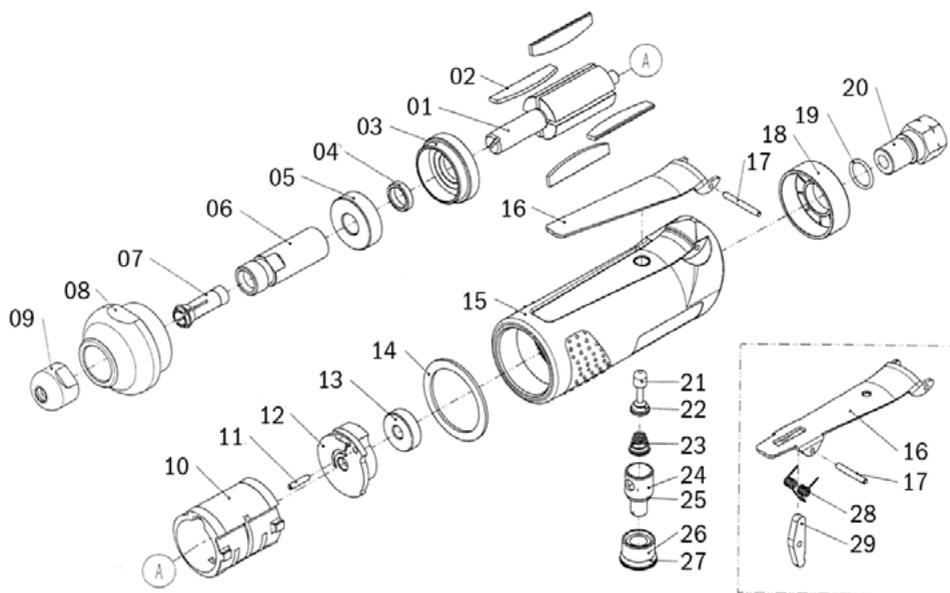

Рис. 2
1. При нажатии на клавишу-рычаг (Рис.2 п.16) сжатый воздух поступает в рабочую плоскость двигателя и вращает ротор. Вращение ротора через планетарный редуктор и шпиндель передаётся зажимной муфте